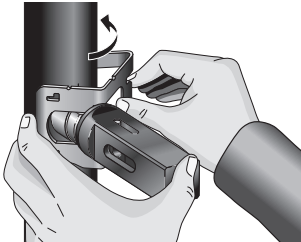
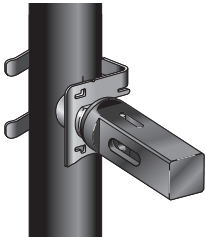

Figura 11 – La plantilla de posicionamiento del acoplamiento se hace girar para dejar el acoplamiento asentado correctamente
Figura 12 – La plantilla de posicionamiento del acoplamiento lo sostiene contra el tubo
7. Haga girar la plantilla de posicionamiento del acoplamiento para que quede bien sostenido contra el tubo. *Vea la Figura 11.* Confirme que la plantilla, el acoplamiento y el expansor estén bien asentados y no se caerán del tubo (*Figura 12*).